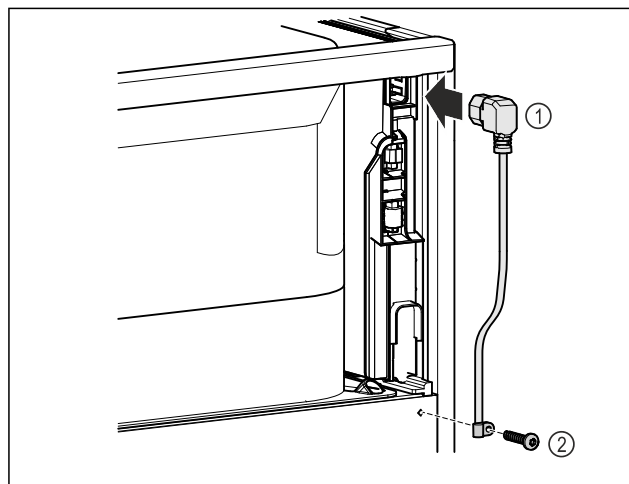

Fig. 13
- ▶ Συνδέστε την υποδοχή τροφοδοσίας του καλωδίου τροφοδοσίας Fig. 13 (1) στην πίσω πλευρά της συσκευής.
- ▶ Τοποθετήστε το ανακουφιστικό καταπόνησης Fig. 13 (2)